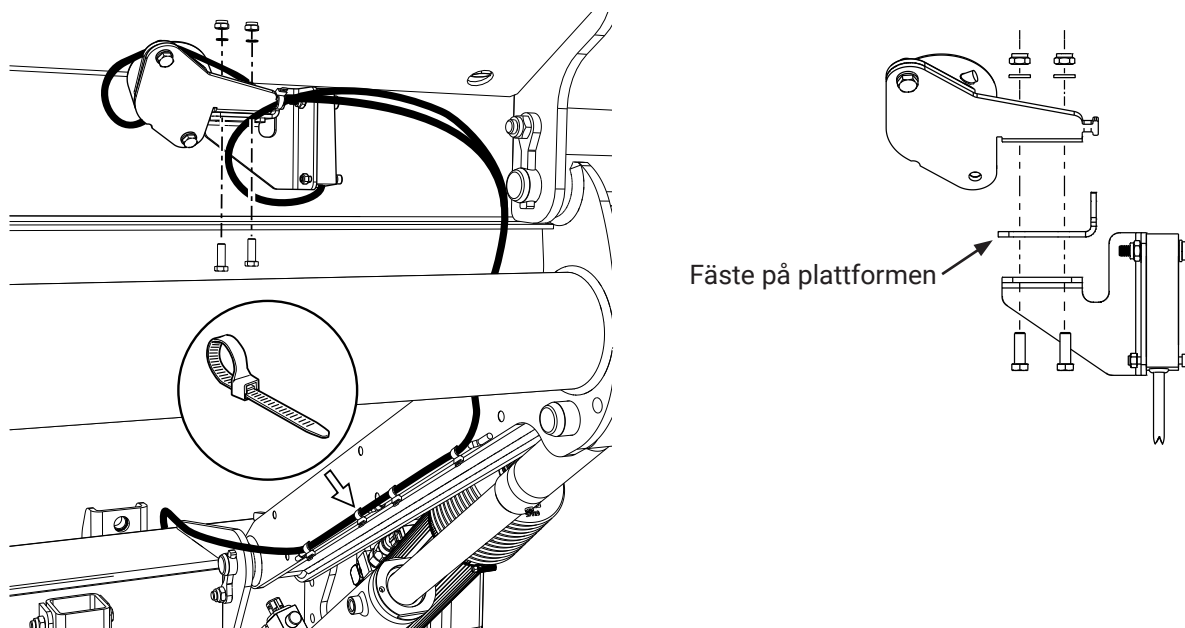

Bild 50. Montering vinkelgivare för autotilt
1. Montera vinkelgivarna på plattformen, använd medföljande skruvar, muttrar och brickor och fäst kabeln med buntband, se Bild 50.